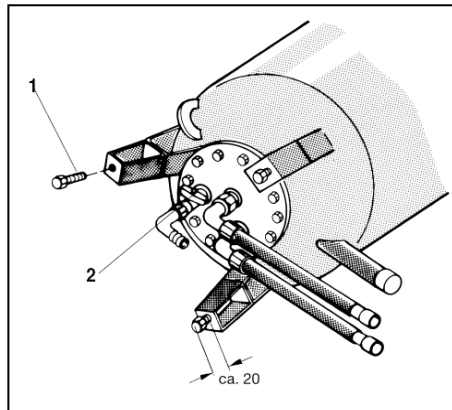

Рис. 3 Использование фиксирующих винтов в качестве опорных
- Наклоните бойлер вместе с паллетой и осторожно положите его на бок. Обеспечьте невозможность перекатывания (Рис. 3).
- Фиксирующие винты используйте в качестве опорных винтов и вкрутите их примерно на 20 мм в опорные пятки бойлера (Рис. 3, Поз. 1).
- Проверьте, закрыт ли сливной кран (Рис. 3, Поз. 2) и плотно ли затянуты согласно нормам винты ревизионного лючка.
Пояснения к Рис. 3: